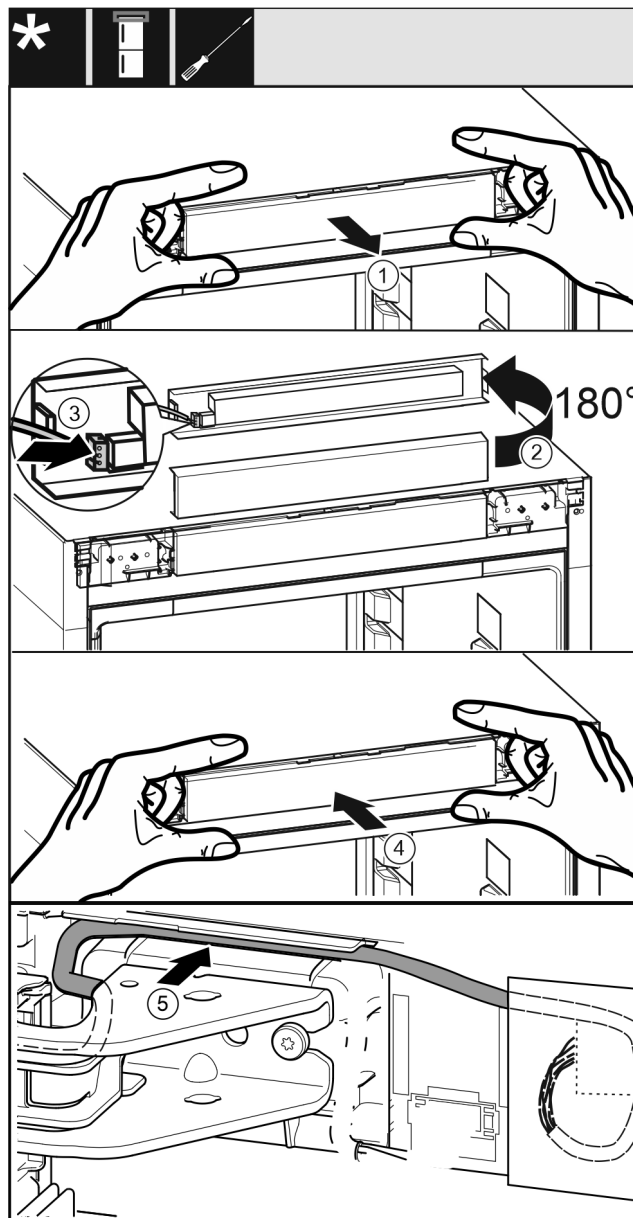

Fig. 40
- Oprezno izvucite masku za rukovanje Fig. 40 (1).
- ▶ Okrenite masku za rukovanje Fig. 40 (2) za 180° prema gore.
- ▶ Uglavite utikač Fig. 40 (3) na masku s upravljačkim elementom.
- ▶ Masku za rukovanje Fig. 40 (4) ponovno uglavite na uređaju.
- ▶ Oprezno položite kabel Fig. 40 (5) u vodicu iznad gornjeg podloška ležaja.